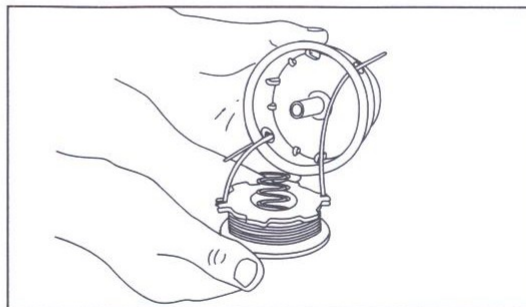

Fig. 17
9. Fjederen anbringes i inderspølen. Trådenderne sættes ind i hullerne på yderspølen og inderspølen anbringes i yderspølen (Fig. 17). Der trykkes, så de to spoler samles. Samtidig med at der holdes fast i den ind- og ydervendige spole, gribes der fast om trådenderne, og der trækkes kraftigt til, så tråden frigøres fra spølsens to forankringsprækker.
5. Fjederen sættes ind i den nye inderspøle (Fig. 17).
6. Trådenderne indsættes i øjerne i yderspølen (Fig. 17).
7. Den nye inderspøle anbringes i yderspølen (Fig. 17). Der trykkes, så de to spoler samles. Samtidig med at der holdes fast i inder- og yderspøle gribes der fast om trådenderne, og der trækkes kraftigt i dem, så tråden frigøres fra spølsens to forankringsprækker.